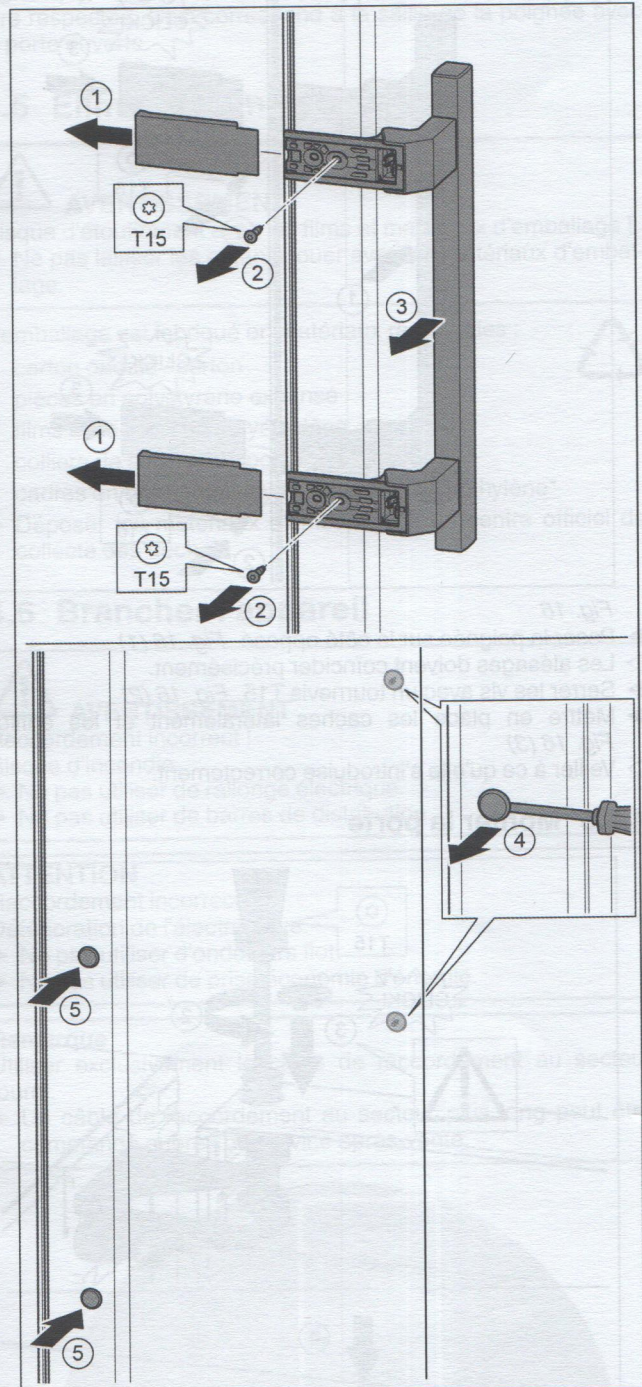

Fig. 15
- Retirer le cache. Fig. 15 (1)
- Desserrer les vis avec un tournevis T15. Fig. 15 (2)
- Déposer la poignée. Fig. 15 (3)
- Soulever délicatement le bouchon latéral avec un tournevis plat et le sortir. Fig. 15 (4)
- Remettre en place le bouchon de l'autre côté. Fig. 15 (5)